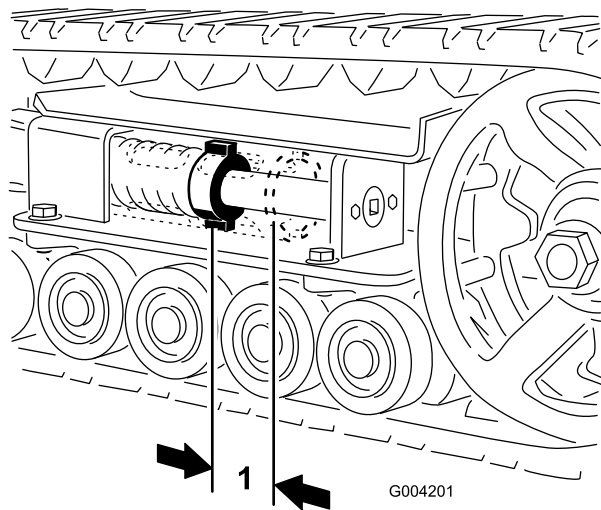

Figura 44
Debe haber una holgura de 7 cm entre la tuerca tensora y la parte de atrás del tubo tensor (Figura 44). Si no es así, ajuste la tensión de las orugas usando el procedimiento siguiente:
- Usando una llave de carraca de  $\frac{1}{2}$ ", gire el tornillo tensor en sentido antihorario hasta que la distancia entre la tuerca tensora y la parte de atrás del tubo tensor (Figura 44) sea de 7 cm.
- Gire el tornillo tensor en sentido antihorario hasta que la distancia entre la tuerca tensora y la parte de atrás del tubo tensor (Figura 44) sea de 7 cm.
18. Gire el tornillo tensor en sentido antihorario hasta que la distancia entre la tuerca tensora y la parte de atrás del tubo tensor (Figura 44) sea de 7 cm.